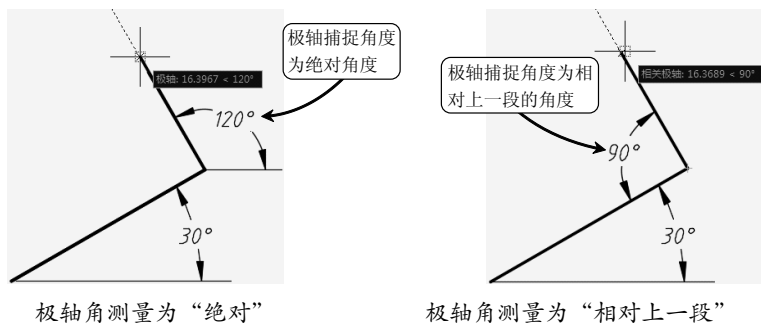

图 3-44 不同的“极轴角测量”效果
- “极轴角测量”选项组：设置极轴角的参照标准。“绝对”单选按钮表示使用绝对极坐标，以 X 轴正方向为 0° 。“相对上一段”单选按钮根据上一段绘制的直线确定极轴追踪角，上一段直线所在的方向为 0° ，如图 3-44 所示。